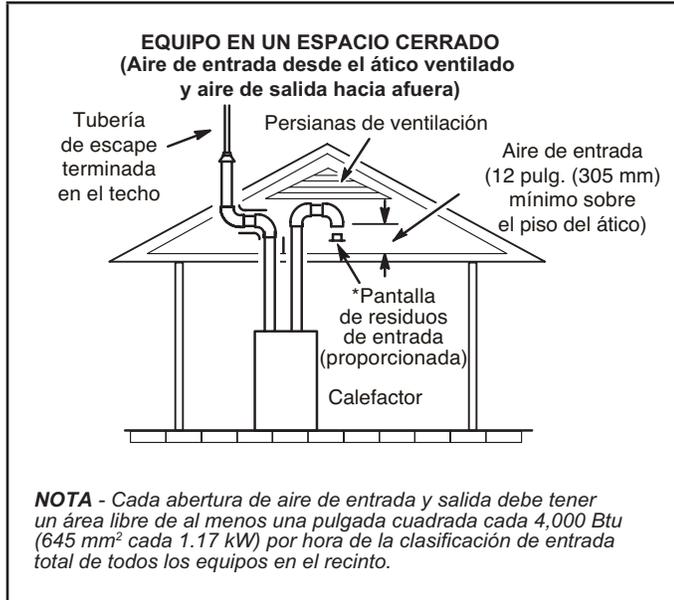
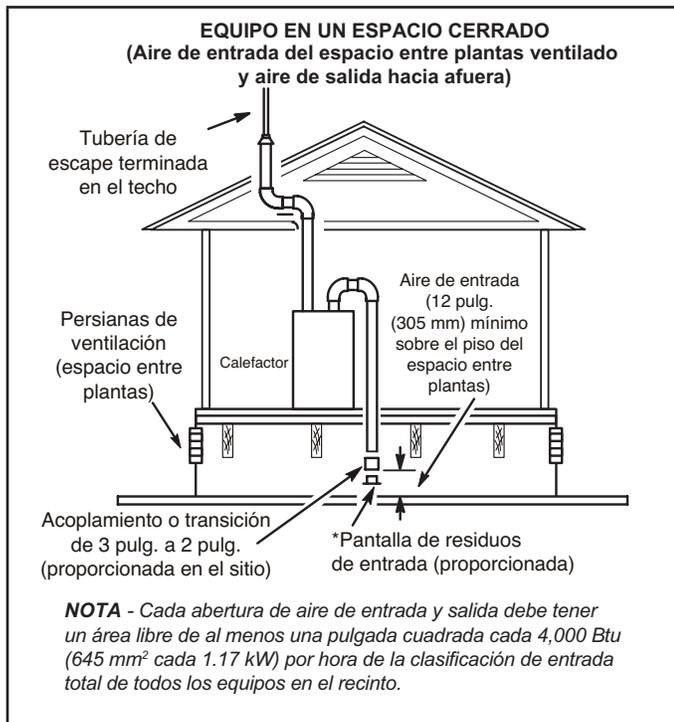

Figura 28
Figura 29
- 2 - Si el aire de entrada se toma de un ático ventilado (Figura 28) o de un espacio entre plantas ventilado (Figura 29), el largo de la ventilación de escape no debe exceder los valores listados en la Tabla 6. Si se utiliza una tubería de 3" de diámetro, redúzcala a una tubería de 2" de diámetro en el punto de terminación para acomodar la pantalla de residuos.